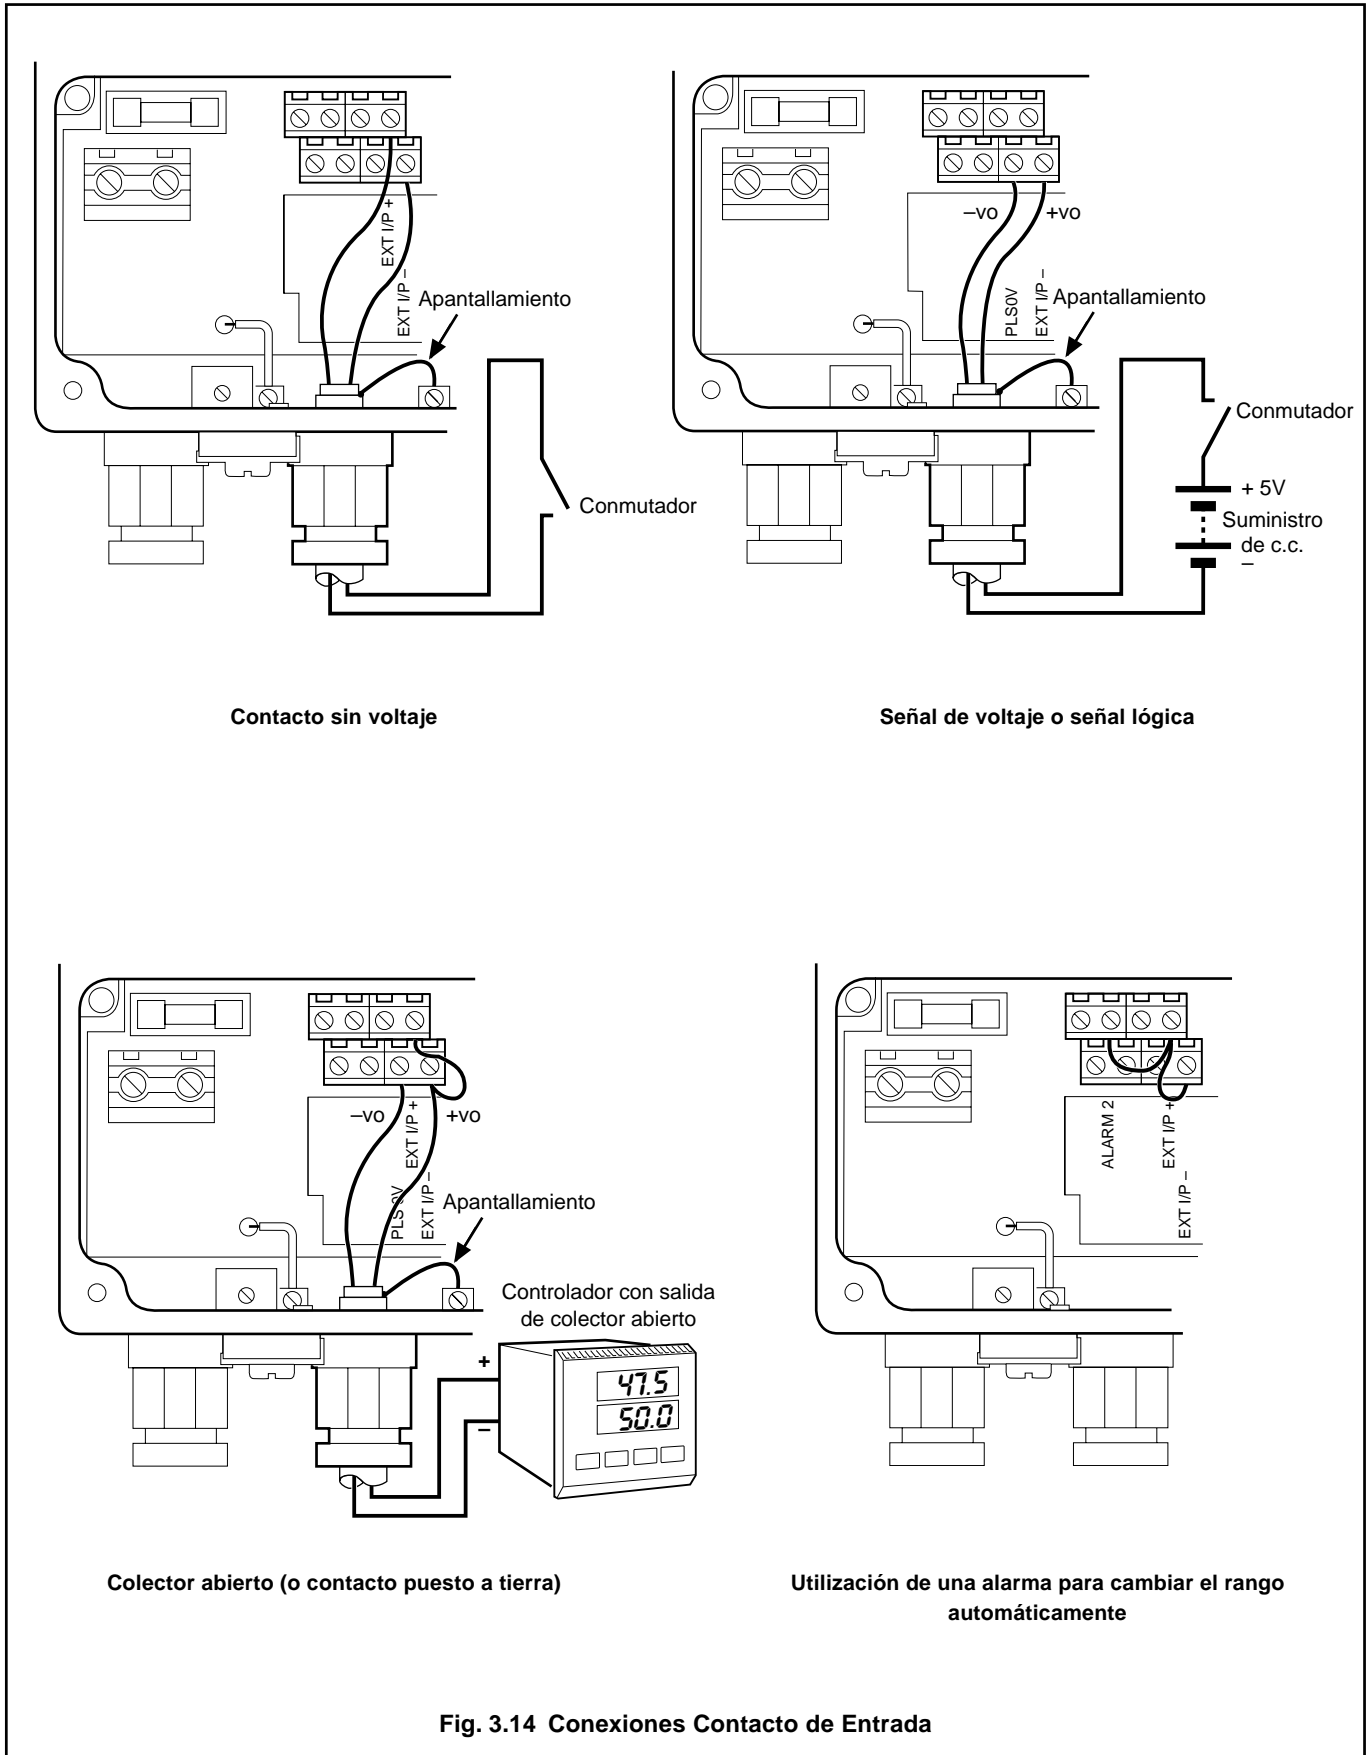

Fig. 3.14 Conexiones Contacto de Entrada
3.7.4 Entrada de contacto – Fig. 3.14